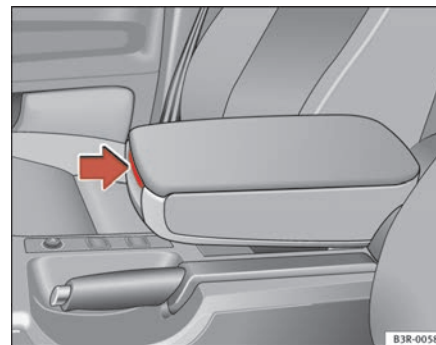

Fig. 113 Bracciolo tra il sedile del conducente e quello del passeggero
- Premere la leva di sbloccaggio ⇒ pag. 144, fig. 113.